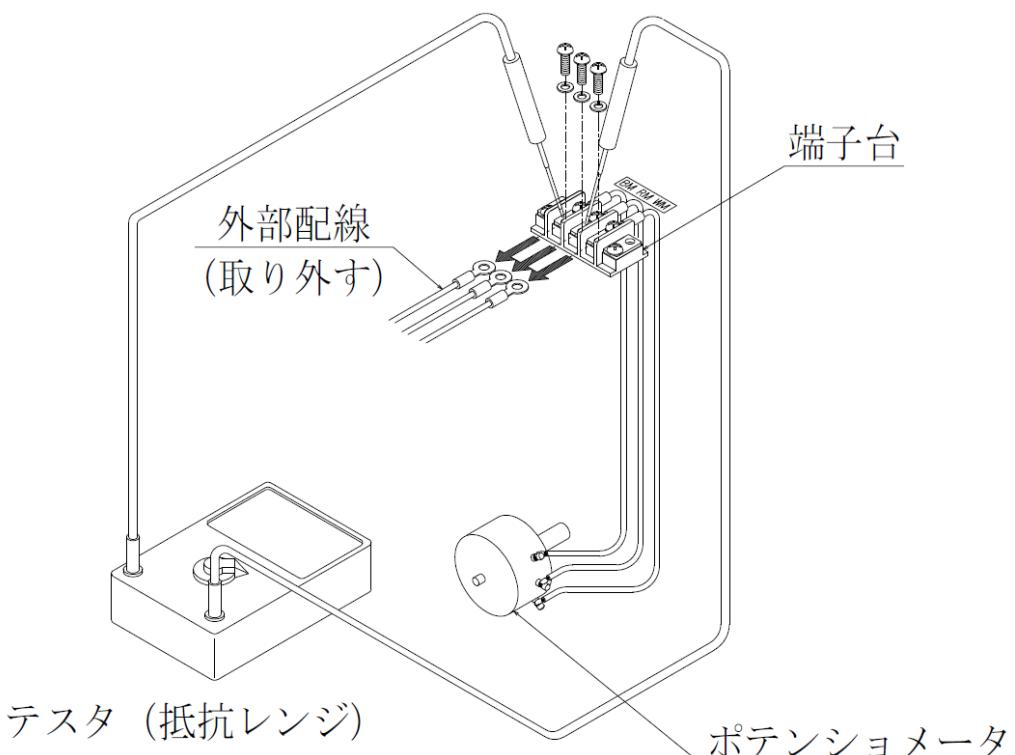

図8：ポテンショメータの点検
## (1) ポテンショメータの点検方法（図8参照）
- ①コントロールモータを電動動作で全閉位置とし電源を遮断します。
- ②スイッチカバーを外し、端子BM, RM, WMに接続されている外部配線を解線します。
- ③端子BM-RM又はRM-WM間にテスタ（抵抗レンジ）をあて、電動又は手動操作にてコントロールモータを閉→開、開→閉に繰り返し動作させます。
- ④動作中にテスターの数値がスムーズに上昇（下降）するか確認します。この時、数値が急激に変化したり、動作量に対し数値が比例して変化しない場合はポテンショメータの異常が考えられます。